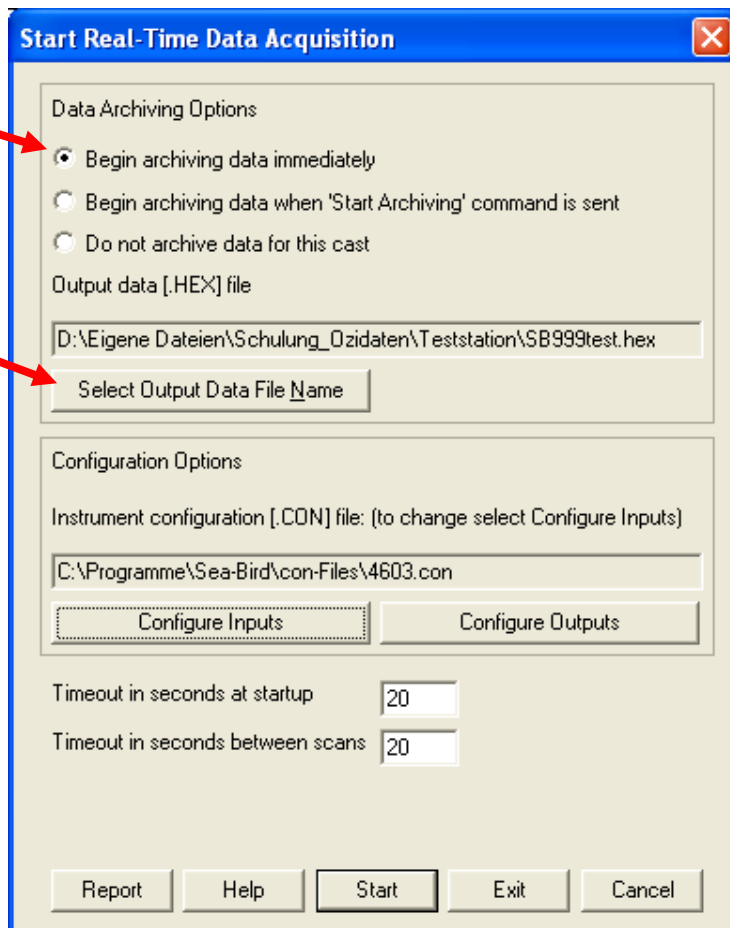

Abb. 2. Data Acquisition Fenster
3. **Real-Time-Data** → **start...** drücken. Im Pop-Up Fenster **Begin archiving data immediatly** auswählen (Abb. 2, Seite 7).
5. **Real-Time-Data** → **start...** drücken. Im Pop-Up Fenster **Begin archiving data immediatly** auswählen (Abb. 2, Seite 7).